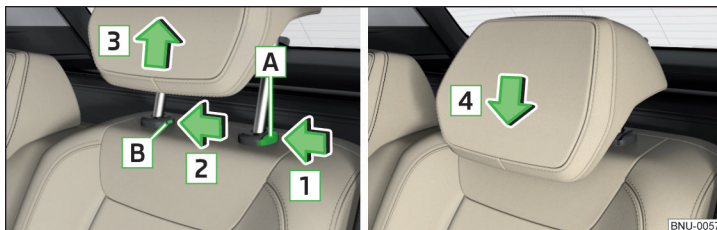

Fig. 91 Scoaterea/introducerea tetierei din spate
- Mențineți butonul de siguranță **A** în sensul săgeții **1**, în același timp (cu o șurubelniță plată cu lățimea de maxim 5 mm), apăsați butonul de siguranță în deschiderea **B** în sensul săgeții **2** și scoateți tetiera în sensul săgeții **3** » fig. 91.
La scaunele VarioFlex, tetiera extrasă din spătarul scaunului din mijloc poate fi demontată numai dacă se menține apăsată tasta de siguranță **A** » fig. 91.